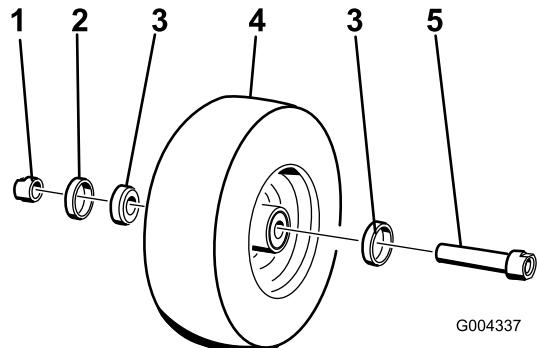

Figure 27
6. Retirez un des écrous-entretoises (avec méplats) de l'essieu (Figure 27).
7. Déposez l'essieu sans retirer l'écrou-entretoise opposé (Figure 27).
10. Insérez le roulement, assorti d'un joint neuf, dans la roue (Figure 27).
12. Montez l'assemblage écrou et essieu dans la roue du côté roulement, avec un joint neuf (Figure 27).
14. Insérez le second roulement, assorti d'un joint neuf, dans la roue (Figure 27).